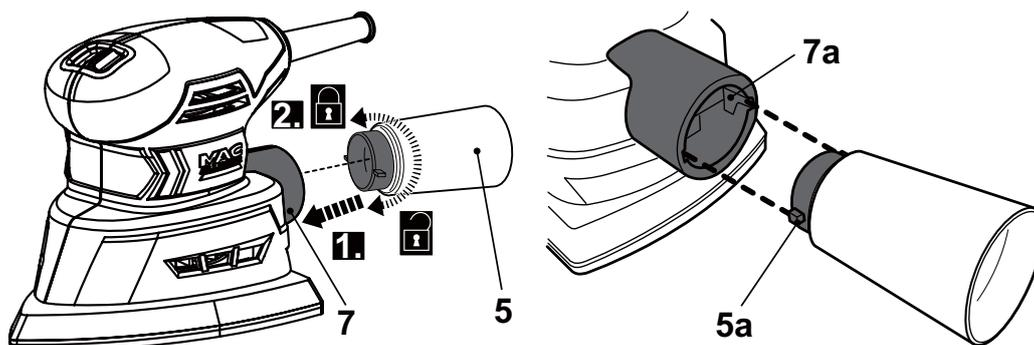

Fig. 6
- > Alignez les languettes [5a] sur les rainures [7a], puis insérez l'adaptateur pour aspirateur [5] dans la sortie d'extraction de poussière [7] jusqu'à la butée (Fig. 6, étape 1).
- > Tournez l'adaptateur pour aspirateur [5] dans le sens horaire pour le fixer en position (Fig. 6, étape 2).